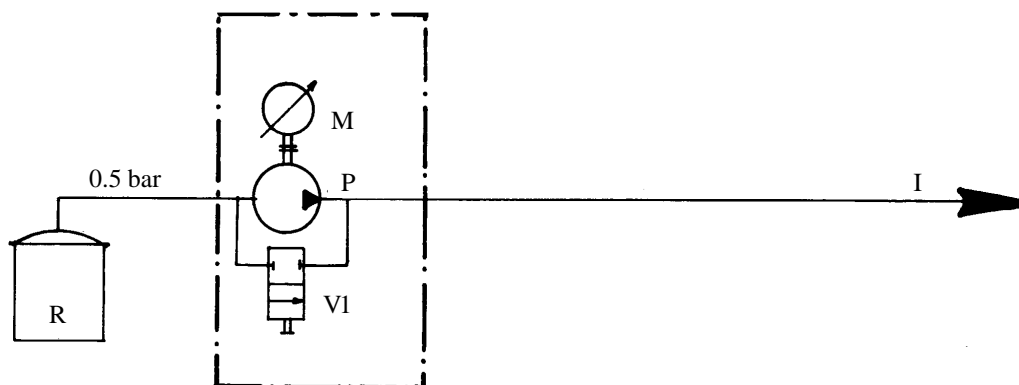

Figure 7
Les différentes variantes sont définies par les figures 7, 8, 9 et 10 suivantes.
5.1. MONTAGE AVEC VANNE DE BY-PASS SUR POMPE (VOIR FIGURE 7)
- Compte tenu de la longueur de conduit entre la pompe et l'injecteur, ainsi que celle du circuit retour, la quantité de produit et de solvant perdue au cours du rinçage de circuit est plus importante que dans le cas de la **figure 7**.